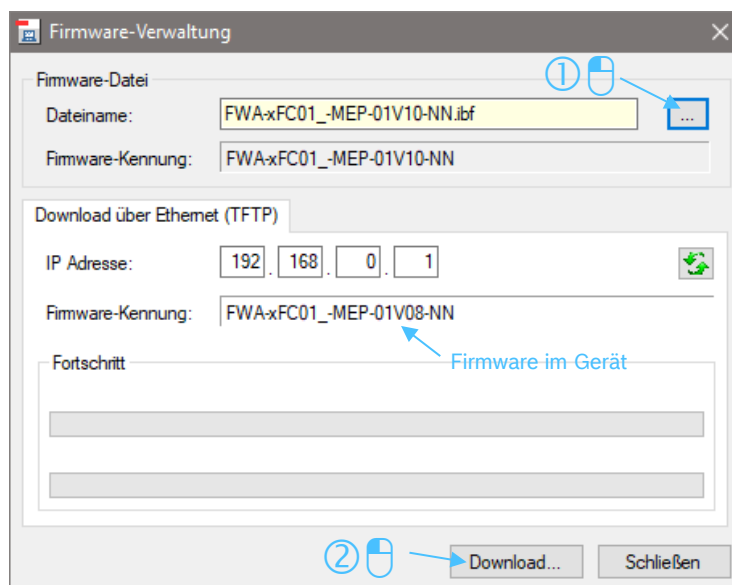

Abb. 14: Fenster Firmware-Update MEP
- ▶ Durch Klick auf „...“ können Sie zu einer Firmware-Datei (*.ibf) navigieren und diese auf das Gerät durch Klick auf „Update“ aufspielen (siehe Abb. 14: Fenster Firmware-Update MEP).